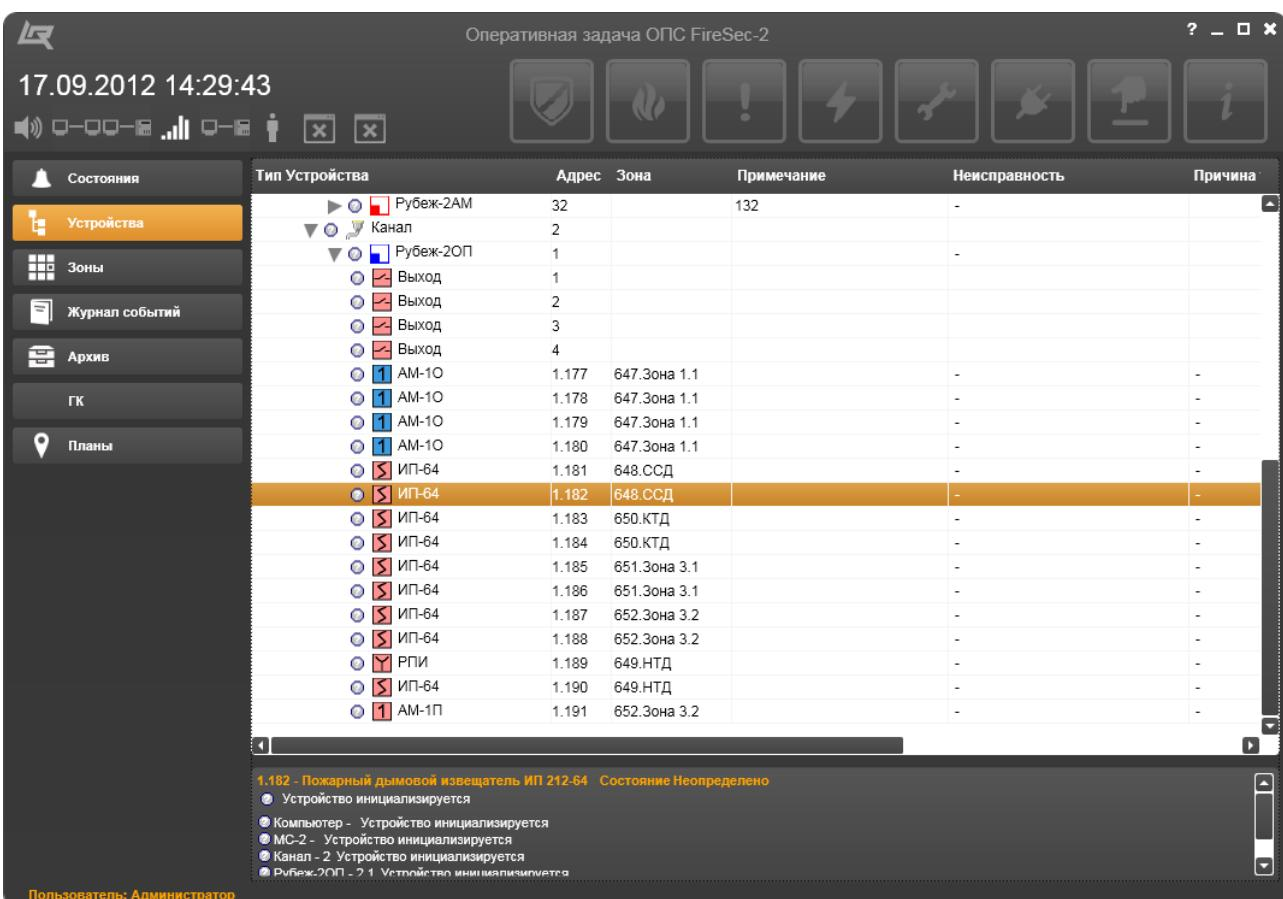

Рисунок 15.24 – Дерево устройств при переходе по ссылке на плане
- **Показать в дереве**, выбор которой открывает окно (Рисунок 15.24) с выделенной строкой рассматриваемого устройства в дереве устройств. В нижней части рабочей области приведены: